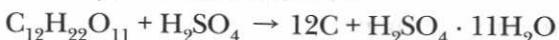

Рис. 23. Окисление (обугливание) сахара серной кислотой
2. Обугливание сахара. В небольшой химический стакан поместим около 10 г растерто-го в порошок сахара (сахарной пудры). К нему по стеклянной палочке осторожно прильем около 5 мл концентрированной серной кислоты и быстро перемешаем до образования густой кашицы, оставив палочку посередине стакана. Происходит реакция, сахар обугливается (при этом уголь частично превращается в углекислый газ за счет восстановления серной кислоты до сернистого газа). Выделяющиеся газы (CO_2 , SO_2) вскучивают остаточную массу углерода, которая выходит из стаканчика (рис. 23). С помощью стеклянной палочки эту пористую углеродную массу можно вынуть в виде «эскимо»: